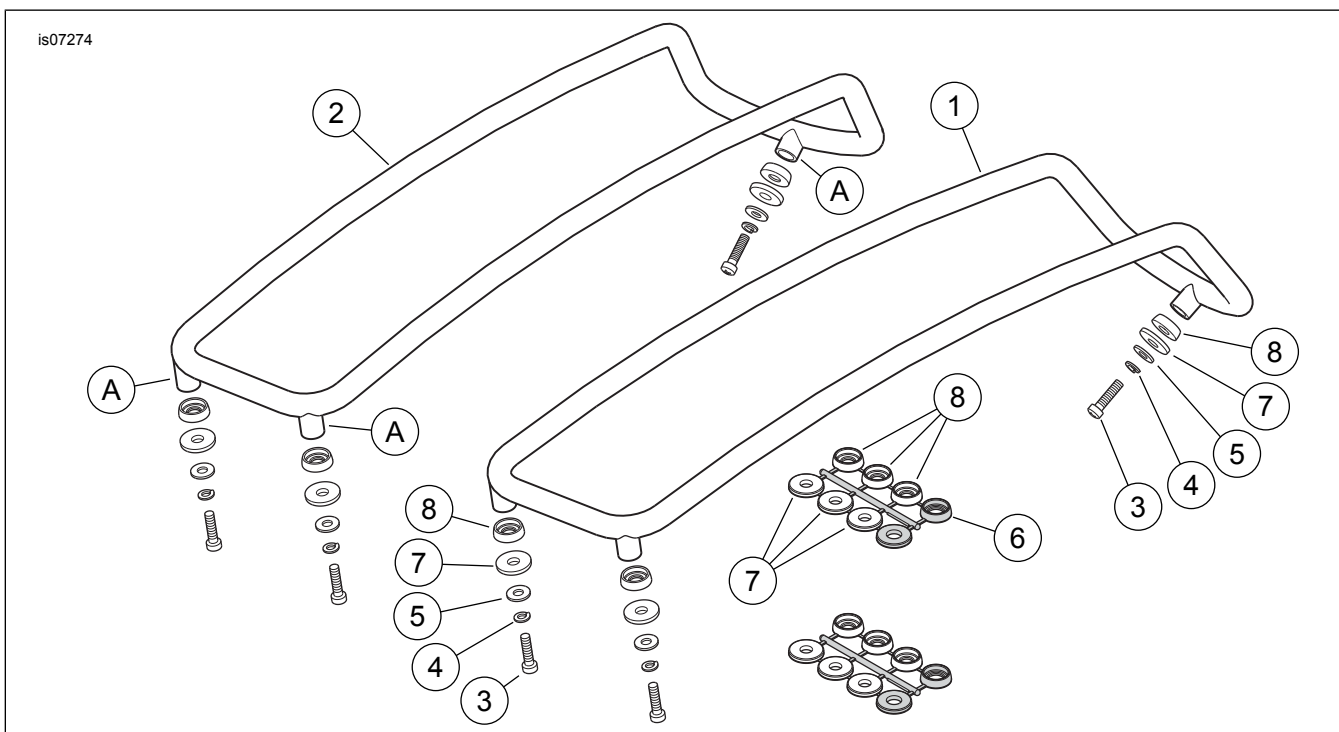

Abbildung 1. Ersatzteile, Touring-Satteltaschendeckelbügel-Satz
Siehe Abbildung 1 und Tabelle 1.
2. Siehe Abbildung 1. Den korrekten Zierbügel (1 oder 2) auf dem Satteltaschendeckel in die ungefähre Einbaustellung bringen.
3. Je ein 51 mm (2 in) breites Stück Kreppband unter den drei Zierbügel-Befestigungsvorsprüngen (A) auf den Satteltaschendeckel kleben.
4. Die drei **gleich großen** Befestigungsunterlagen (8) und Unterlegscheiben (7) aus dem Befestigungsunterlagen- und Unterlegscheibensatz (6) ausschneiden.